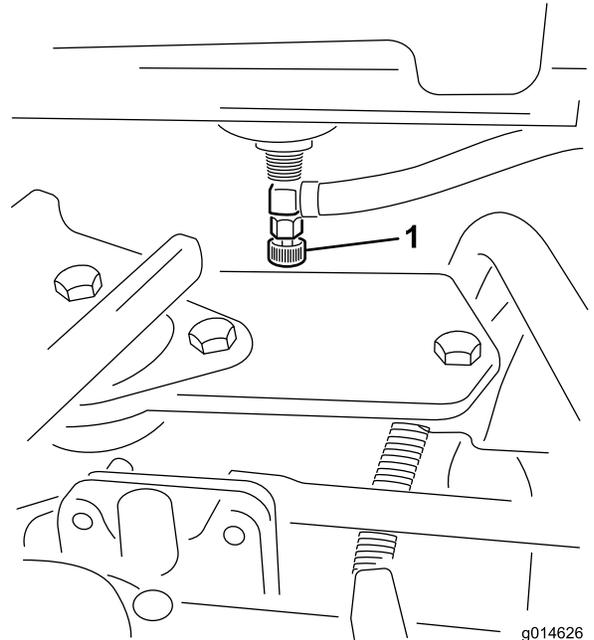

図 41
1. 長期間保管する場合には燃料バルブ 図 41 を閉じておく。